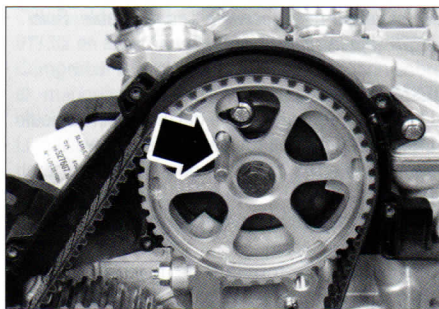
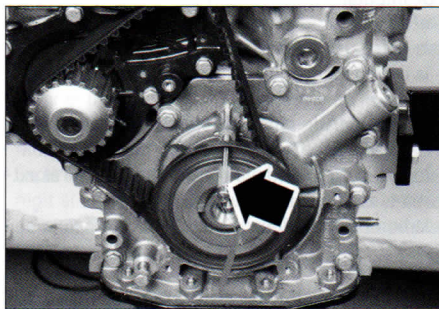

FIG.5
FIG.6
- Catar la rueda de eje de levas con un útil apropiado o el útil PSA 0194-B (**fig. 5**).
- Catar el pinión de cigüeñal con un útil apropiado o el útil PSA 0194-A (**fig. 6**).
- Apretar el tornillo de fijación (3) del rodillo tensor a 2,5 mdaN.
- Desmontar los pasadores (**fig. 6**) y (**fig. 5**).